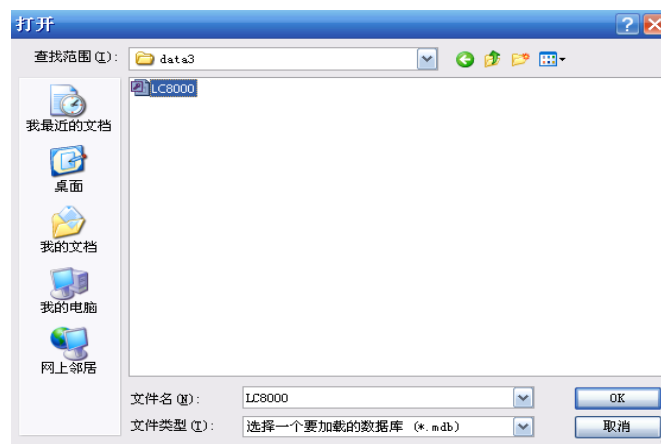

图3-1-9
3、数据加载: 首先单击“查找数据库”, 在备份数据库的具体目录下选择相应的数据库的名称:...\data\LC8000.mdb。如图:3-1-9